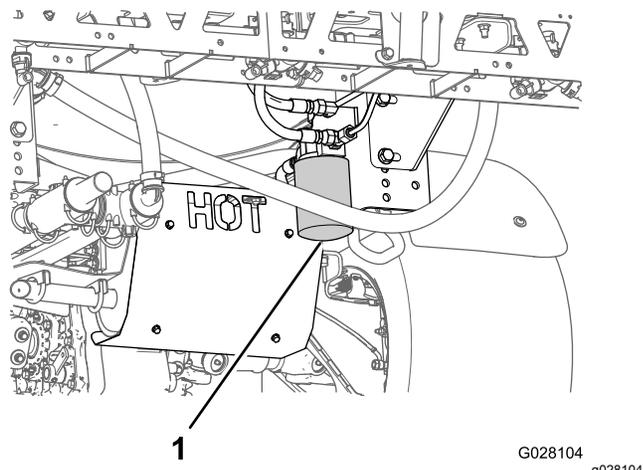

Рисунок 55
- Извлеките фильтр (Рисунок 55).